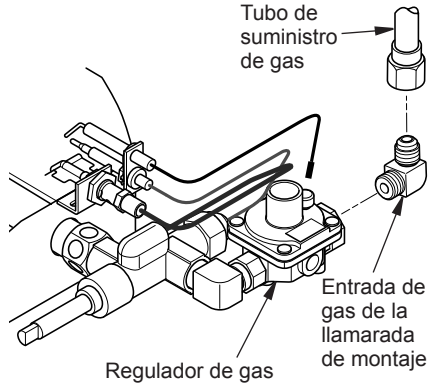

Figura 14
11. Cuidadosamente forma al tubo de suministro de gas y adjuntar a gas accesorio de entrada, como se muestra en la Figura 14. Tenga cuidado de no causar torceduras en el tubo.